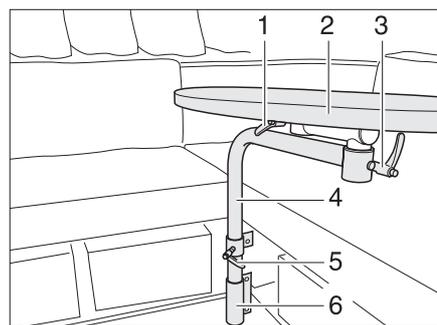

Fig. 58 Table pivotante
- Desserrer les vis à garret (Fig. 58,1, 3 et 5).
- Faire pivoter le plateau de table (Fig. 58,2) dans la position désirée.
- Desserrer la vis à garret (Fig. 58,5).
- Retirer le plateau de table (Fig. 58,2) avec son pied (Fig. 58,4) de la fixation (Fig. 58,6) et la poser de côté.